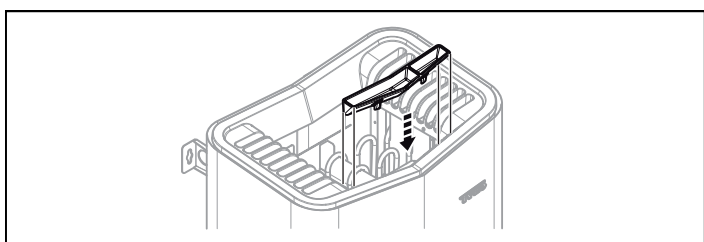

Fig 13: Montering av doftbehållare/luftfuktare
8. Montera örtskål/luftfuktare (se Fig 13).